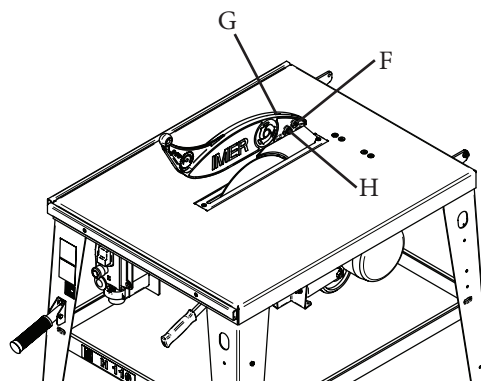

Fig. 6
A parte da lâmina que se projeta acima da mesa é protegida por uma tampa de policarbonato [4] (fig.1). A protecção é ancorada à face divisora por dois parafusos [F] (fig.6).
⚠ Verifique antes de cada arranque que a protecção em policarbonato [4] fig.1 se move livremente na vertical (alto-baixo), sob a acção exclusiva do seu próprio peso. Verifique se não fica preso em qualquer posição durante o movimento. Se isto ocorrer, atue nos parafusos G e H fig.6, restabelecendo a funcionalidade correta.
- aperte os parafusos [G e H] (fig.6), certificando-se de que o revestimento cai livremente sob o efeito do seu próprio peso. Certifique-se de que durante o movimento vertical (alto-baixo) não permaneça bloqueado em nenhuma posição. Se isto ocorrer, atue nos parafusos G e H fig.6, restabelecendo a funcionalidade correta.